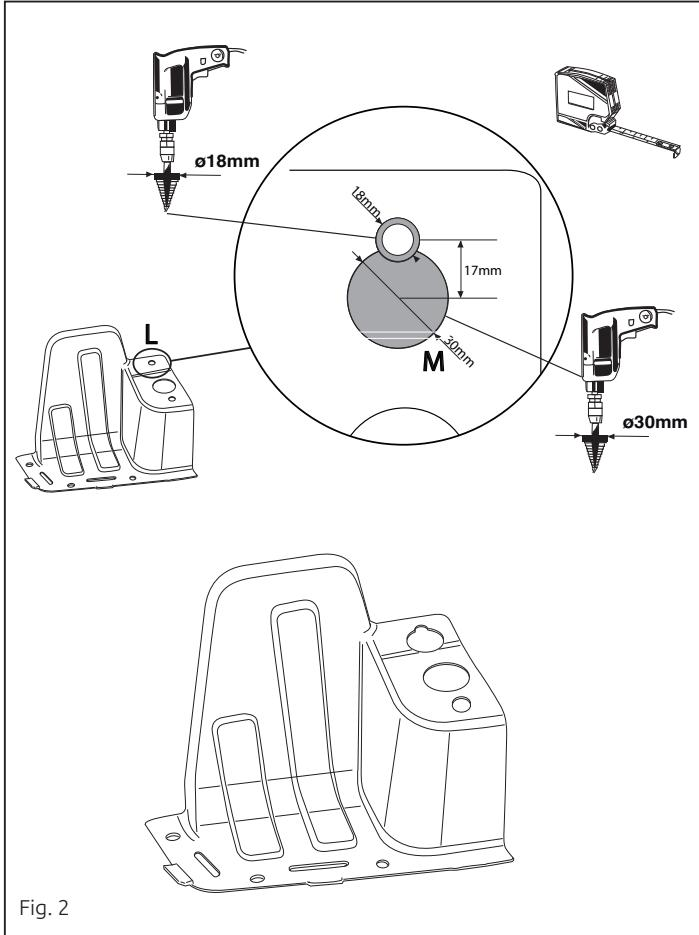

Fig. 2
2. Просверлить в буферном брусе отверстия L и M, см. рис. 2.